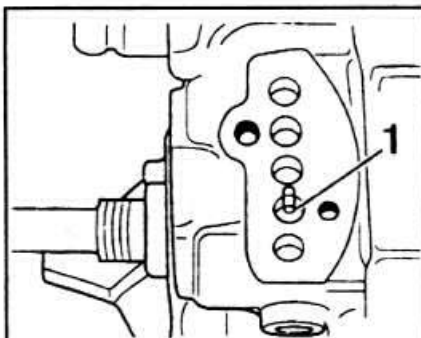

Рис. 6-3. Установка блокировочного пальца 1 в среднее положение
- Включить II передачу и установить блокировочный палец в среднее положение (рис. 6-3).